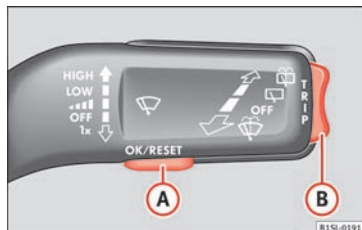

Fig. 26 Betjeningsarm til viskere: styreknapper
- Hvis der vises en information eller et piktogram af bilen, skal du trykke på knappen **OK/RESET** (» Fig. 26 A).
- Tryk øverst eller nederst på vippeknappen » Fig. 26 B, indtil det ønskede visningspunkt bliver vist.